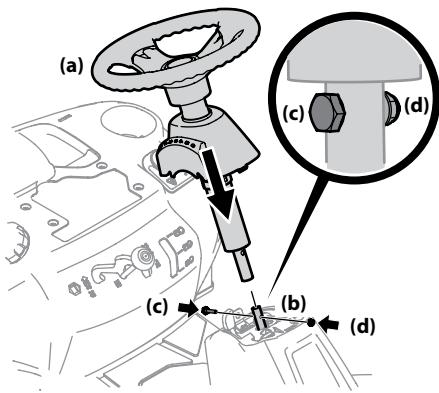

Figura 2-3
6. Baje el conjunto del volante (a) sobre el eje inferior de la dirección (b) y sujetelo con el tornillo con reborde (c) y la tuerca de seguridad (d) que extrajo previamente. Consulte la Figura 2-3.